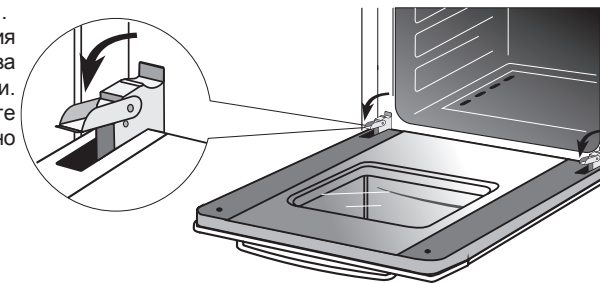

Рис.17
- поднимите и поверните до упора рычаги, расположенные на двух шарнирах (рис. 17),